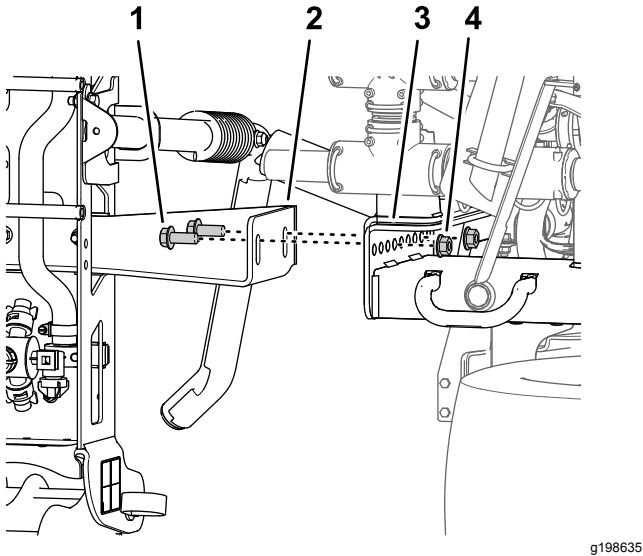

图 47
4. 拆下将中间喷洒段的支撑托架固定至机器机架安装板的 4 个凸缘头螺栓 $\frac{1}{2} \times 1\frac{1}{4}$ 英寸和 4 个凸缘锁紧螺母 $\frac{1}{2}$ 英寸然后从机器上拆下中间喷洒段图 47。